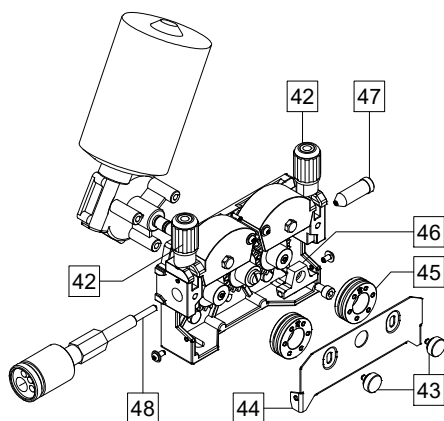

Bild 16.
- Skruva i en lyftögla och belasta axiellt i 45 graders vinkel som i bild 16.